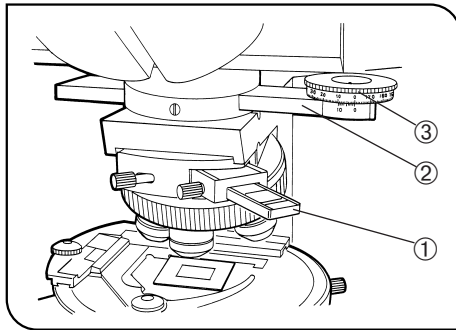

Fig. 19
Ao usar o acessório intermédio para observação ortoscópica (U-OPA) (fig. 19 & 20)
1. Insira totalmente o polarizador de alinhamento ① fornecido com o U-OPA no adaptador das placas para teste (U-TAD). Aperte o botão de aperto. (fig. 19)
3. Insira o analisador rotativo (U-AN360P-2) ② na ranhura do analisador no acessório intermédio. Engate o analisador, solte o parafuso de aperto e rode a escala do analisador ③ para 0°. (fig. 19)